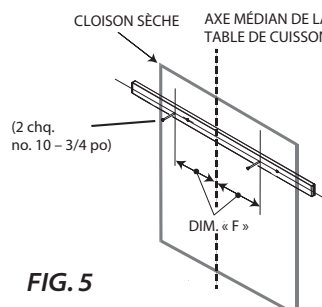

FIG. 5
- Sur le support en bois, marquez les emplacement utilisés pour accrocher la hotte conformément à la figure 5 et au tableau correspondant.